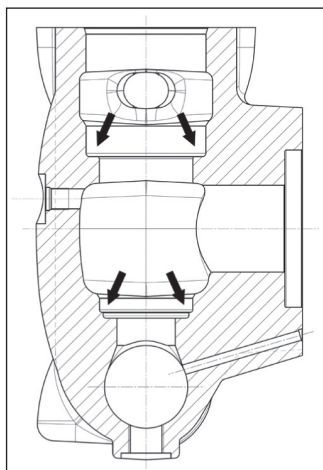

Fig. 98
**Antes de reposicionar os grupos da válvula, limpe e enxugue perfeitamente as relativas ranhuras no cabeçote, indicadas pelas flechas (pos. ①, Fig. 98).**